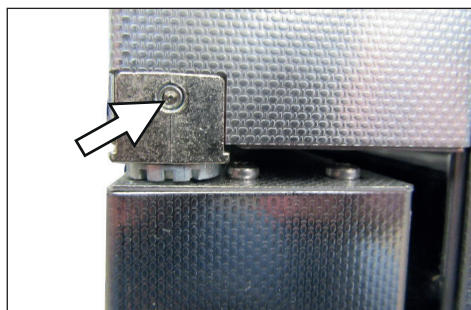

Рис. 17 Потайной винт
1. Открутите потайной винт на передней стороне дверного шарнира с помощью ключа с внутренним шестигранником разм. 2 (Рис. 17).